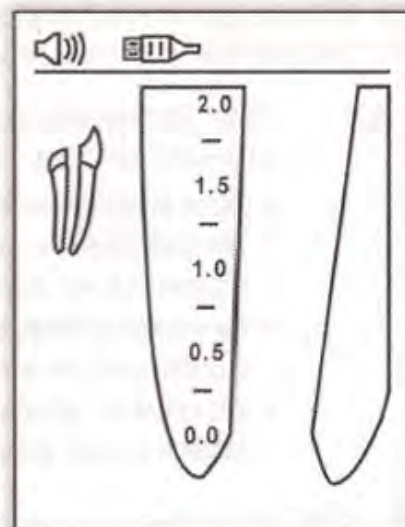

Рис.3
- 6.4.2 Вставьте измерительный кабель в гнездо на приборе и убедитесь в появлении индикатора подключения кабеля на информационной строке (Рис. 3).